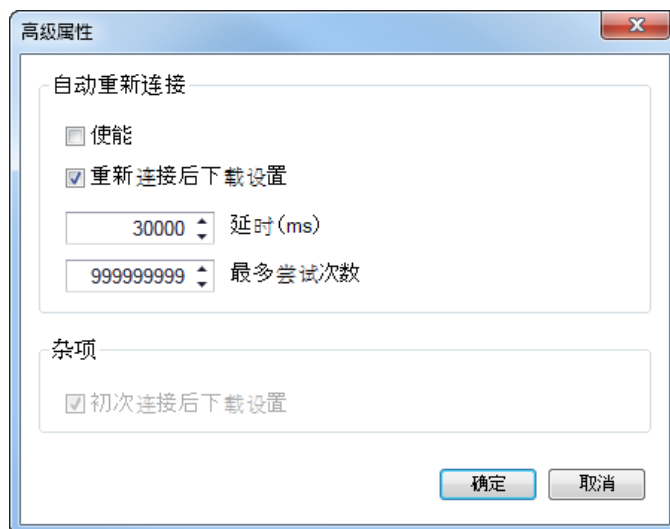

图 22-10. 高级特性、自动重接
7. “高级”按钮显示如下窗口。它包含了启用自动重新连接，两次重试之间的间隔（ms），以及重试的最大数量的选项。（图 22-10）